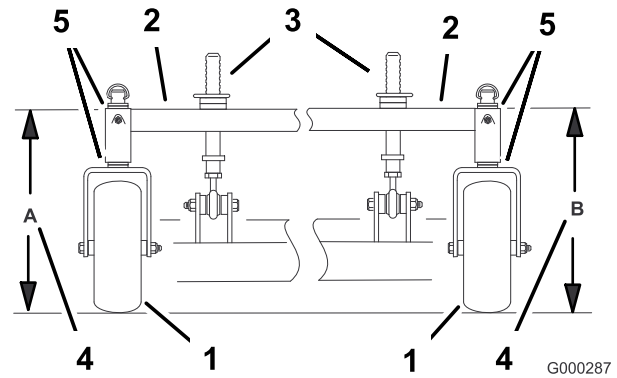

Figure 59
- Mesurez la hauteur du bâti porteur au point **A** (Figure 59).
- Mesurez la hauteur du bâti porteur au point **B** (Figure 59).